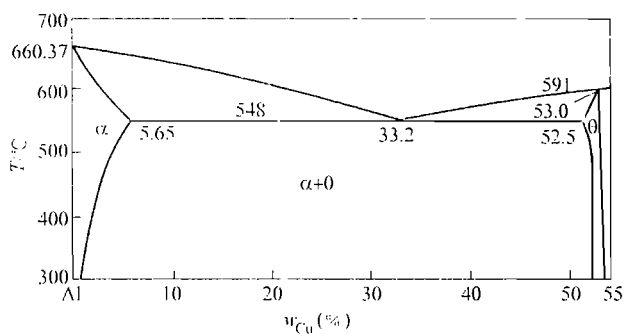

图 25-2 第三题第 1 小题图
1. 就 Al-Cu 合金相图 (见图 25-2), 试分析: